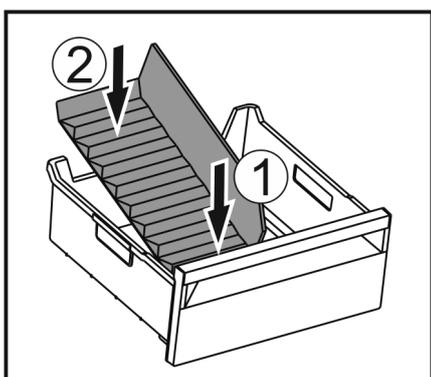

Fig. 115
- ▶ Spustite stražnji dio pregrade ladice za led do dna ladice. *Fig. 115 (2)*
- ▶ Umetnite prednji dio pregrade ladice za led. *Fig. 115 (1)*